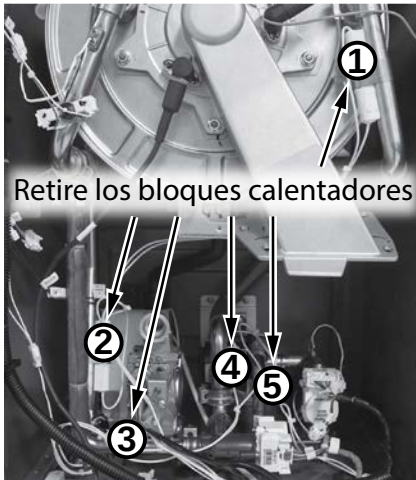

Figura 37 - Retire los bloques calentadores restantes.
- 15** Ubique los cinco (5) bloques calentadores restantes conectados a las conexiones de la tubera, como se muestra en la Figura 37. Tenga en cuenta la ruta de los cables para facilitar la instalacin del conjunto nuevo. Retire los soportes que fijan los bloques calentadores a las conexiones de la tubera. Deje los soportes a un lado en un lugar seguro para volver a instalarlos.